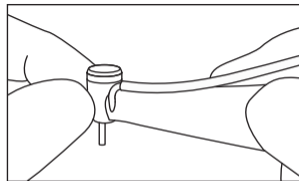

Fig. 5
5) Después de que la rotación de la pieza de mano se haya detenido completamente, toque el cabezal de la pieza de mano para confirmar que no está anormalmente caliente (Fig. 5).